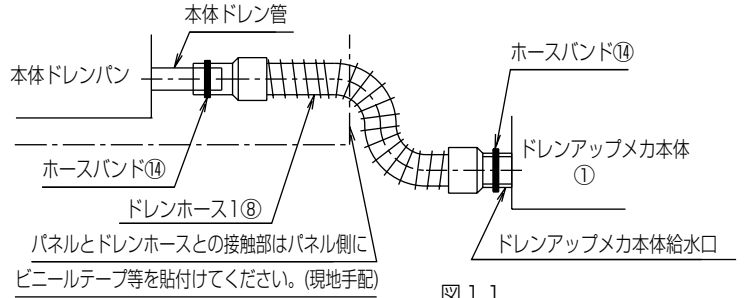

図11
- 1) 本体ドレン管と、ドレンアップメカ本体①のドレン給水口をドレンホース1⑧にて接続してください。…図11
2. 接続口は、ホースバンド⑭にて固定（2ヵ所）してください。（ホースバンド⑭のネジ部は、上にして固定してください。）